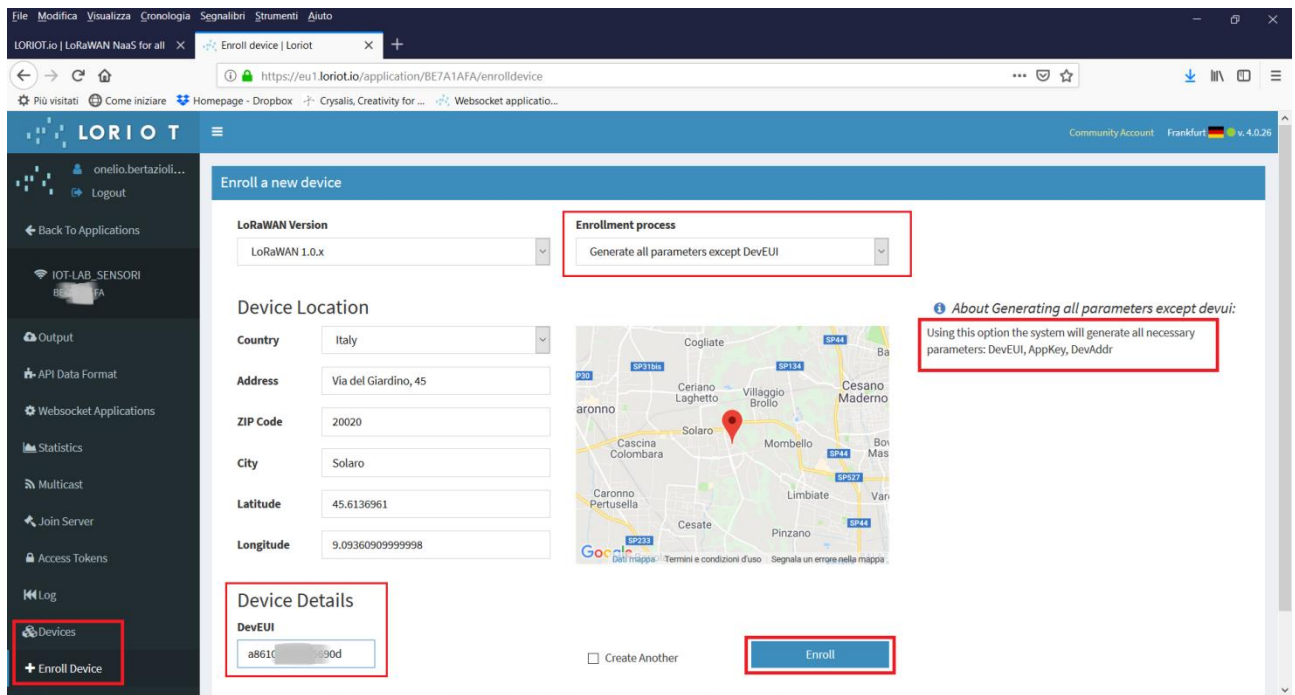

FIGURA 20 Registrazione in modalità ABP con generazione di tutti i parametri tranne DevEUI
- *Generate all parameters except DevEui*; è questo il caso in cui si desidera mantenere l'EUI (*Extended Unique Identifier*) dell'end node, nel nostro caso un *Arduino MKR WAN 1300*, ma non si conoscono *DevAddr*, *NwkSKey* e *AppSKey* che vengono fatti generare dal Network Server LORIoT e sono ottenibili cliccando sul *device* appena registrato (FIGURA 20);